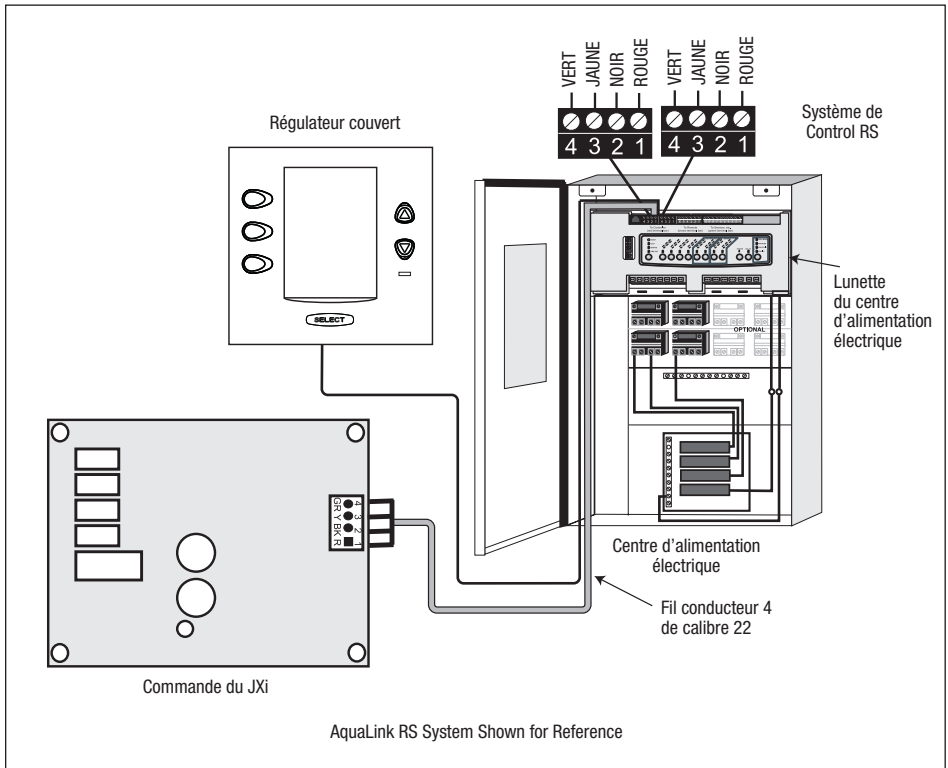

Figure 19. Câblage du JXi à une commande à distance Zodiac®
- Utilisez le fil de calibre 22 à 4 conducteurs entre le chauffe-eau et le système de contrôle et faites correspondre l'ordre de couleur du fil. Reportez-vous à la *Figure 19*.